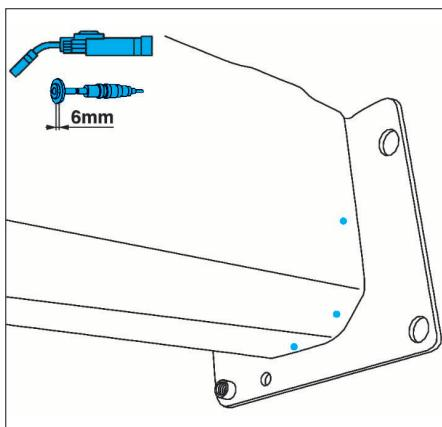

FIG. 18
- Après ajustage, souder au MIG ou avec une poinçonneuse électrique (Fig.18 à 21) puis meuler.